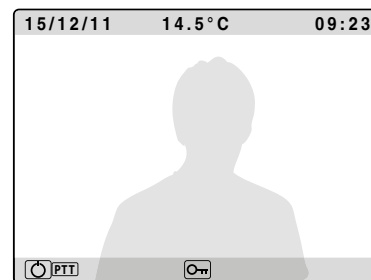

Fig. 2A
- Passare dalla modalità vivavoce alla modalità "push to talk" (premi per parlare) tenendo premuto il pulsante  fino a che il relativo LED non inizia a lampeggiare lentamente **Fig.2A**. Tenere premuto il pulsante  (il LED lampeggia velocemente) per parlare con il visitatore, rilasciare il pulsante (il LED lampeggia lentamente) per ascoltare il visitatore;